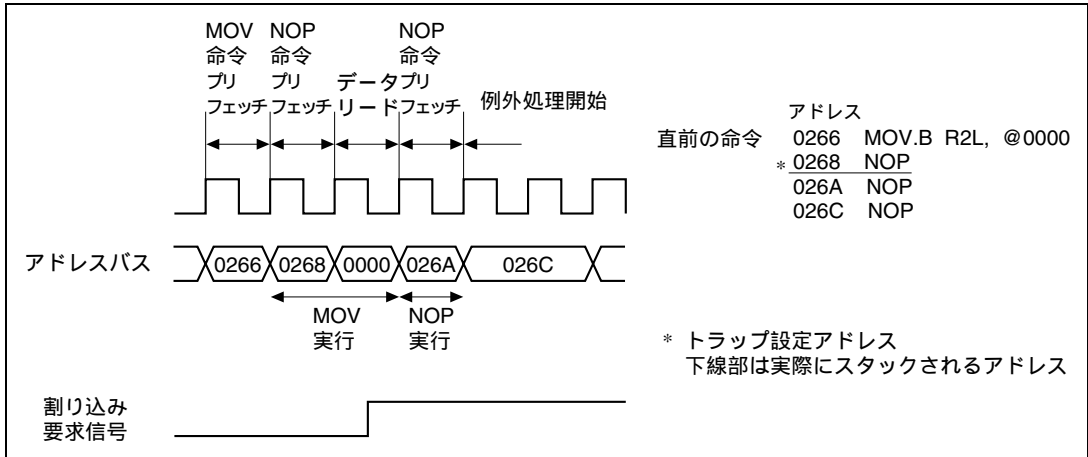

図 27.3 基本動作 (2)
- (2) トラップアドレスの直前の命令が実行サイクル2ステート以上の命令で、かつ次命令のプリフェッチが後ろから2ステート目で行われる場合を図27.3に示します。スタックされるアドレスは0268番地です。